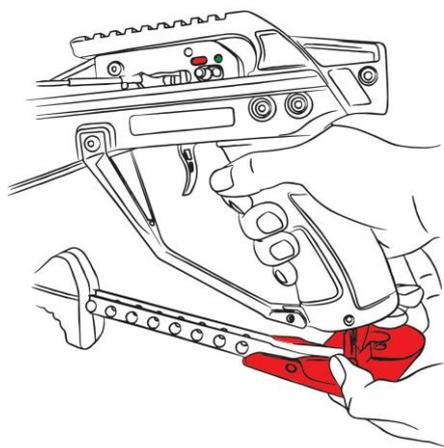

Рис.18
1. Крепко удерживая взводной рычаг, аккуратно разблокируйте его, передвинув фиксатор рычага взвода назад большим и указательным пальцами так же, как при обычном взводе арбалета (Рис.18).